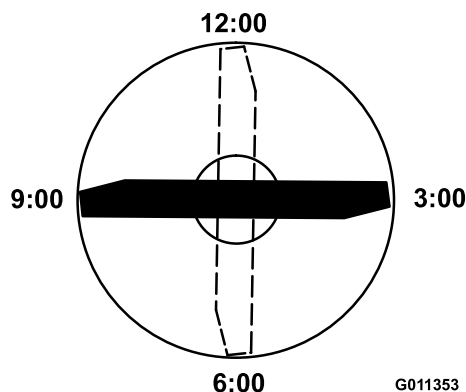

Figura 63
4. Posicione a extremidade de corte da extremidade marcada da lâmina nas 12 horas (a direito na direção do corte) (Figura 63) e meça a altura da mesa à extremidade de corte da lâmina.
5. Rode a extremidade marcada da lâmina para as posições das 3 horas e das 9 horas (Figura 63) e meça as alturas.